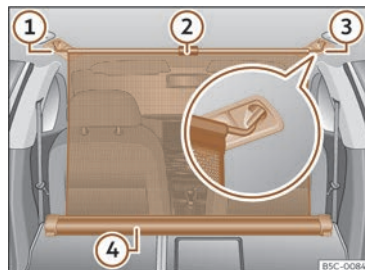

Fig. 192 Dans le coffre à bagages : filet de séparation attaché avec le dossier de la banquette arrière rabattu.
- Tirez la languette >>> **fig. 192** ② vers le haut pour sortir le filet du boîtier ④.
- Attachez le filet de séparation au côté droit ou gauche >>> **fig. 192** ③ (image élargie).
- Attachez le filet de séparation dans le logement de l'autre côté >>> **fig. 192** ① en étirant la tringle.
Le filet de séparation est monté correctement lorsque les extrémités en forme de T sont fermement attachées dans les logements correspondants >>> **fig. 192** ③ et ①.
- Enroulez le filet dans le boîtier >>> **fig. 192** ④ en le déposant manuellement.